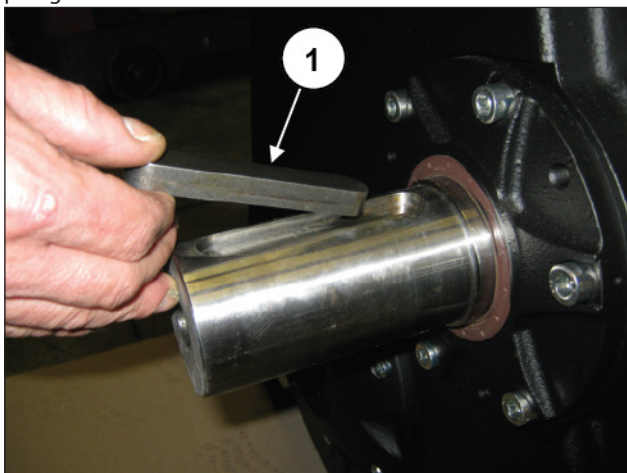

Fig. 144
Applicare la linguetta sull'albero PTO (pos. ①, Fig. 144).